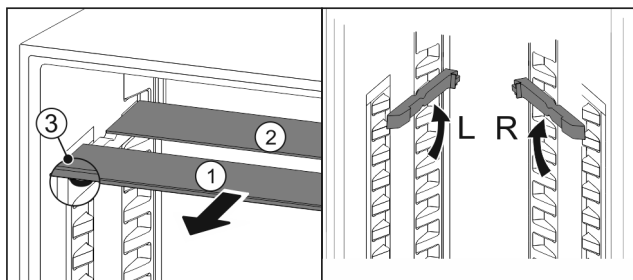

Fig. 61
- Sortir les tablettes par l'avant Fig. 61 (1).
- La tablette en verre Fig. 61 (1) avec bordure décorative est située à l'avant.
- Les butées Fig. 61 (3) sont orientées vers le bas.